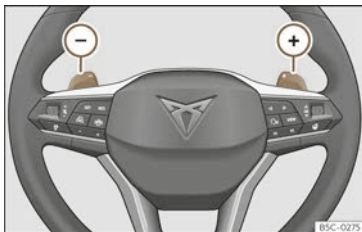

Abb. 127 Lenkrad: die Hebel für Automatikgetriebe.
- Tippen Sie die Schaltwippe (+), um einen Gang hochzuschalten >>> (**Abb. 127**).